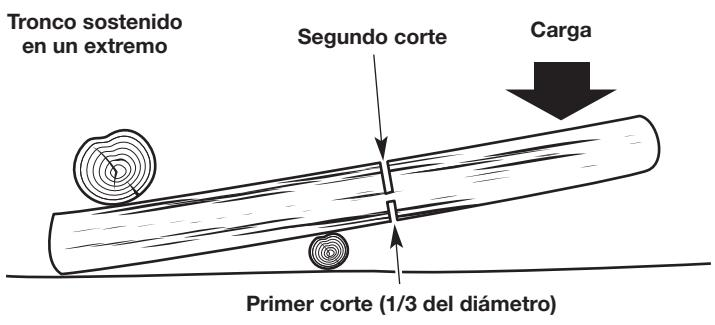

Fig. 14
- Si el tronco está sostenido en un extremo (Fig. 14), haga el primer corte desde el lado de abajo (tronzado desde abajo). Consulte *Tronzado desde abajo*.